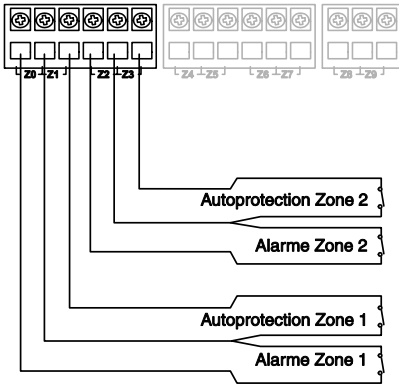
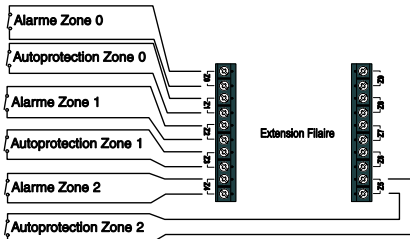

Figure 19 Câblage NF de la centrale
Figure 20. Câblage NF de l'extension
La figure 19 montre le câblage en normalement fermée (NF) pour la centrale. La figure 20 le câblage en normalement fermée (NF) pour l'extension. Notez que le câblage est différent entre la centrale et l'extension.